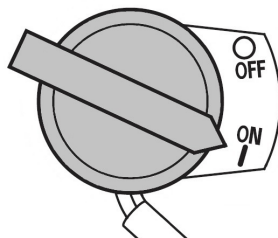

Рис. 10 Выключатель зажигания в положении «Включено»
3. Выключатель зажигания установите в положение «Включено» (Рис. 10).